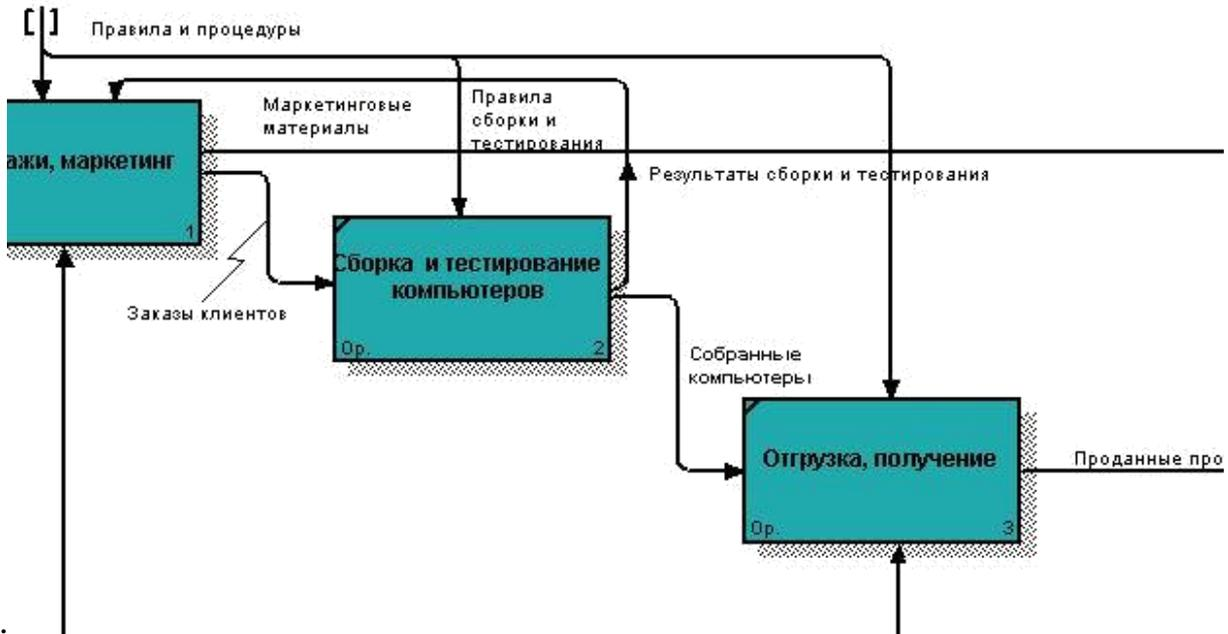

Рис.6.
8. Создайте новую граничную стрелку выхода «Маркетинговые материалы» из работы «Продажи и маркетинг». Эта стрелка автоматически не попадает на диаграмму верхнего уровня и имеет квадратные скобки на наконечнике . Из палитры выберите кнопку , щелкните мышью по квадратным скобкам и в диалоговом окне Border Editor выберите Resolve Border Arrow. Для стрелки «Маркетинговые материалы» выберите опцию Trim из контекстного меню. Результат выполнения показан на рис.6. и в Приложении 1.